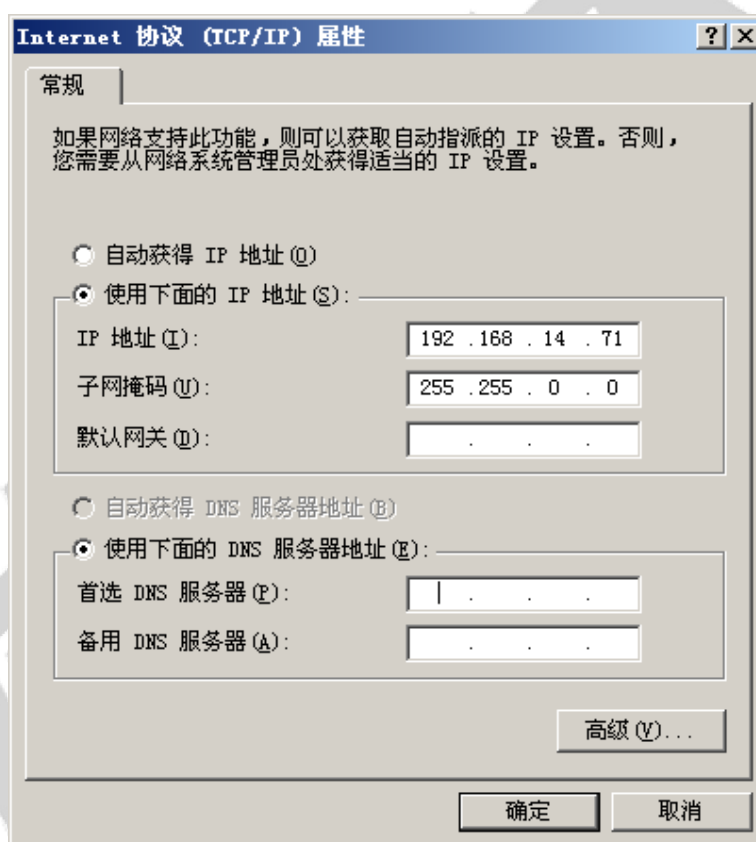

图 7.1 IP 设置
3. 修改 PC 的 IP 地址，鼠标右击 网上邻居→属性，再在弹出的窗口中右击本地连接→属性，弹出本地连接属性窗口，双击 Internet 协议（TCP/IP），在弹出的窗口中修改 IP 地址为 192.168.14.71，子网掩码为 255.255.0.0，点确定。如图 7.1 所示：